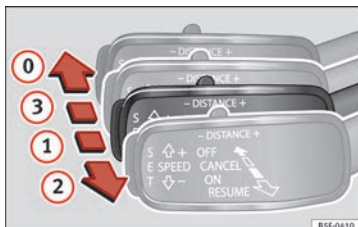

Fig. 198 À esquerda da coluna de direção: terceira alavanca para utilizar o controlo adaptativo de velocidade.
É possível ativar novamente o ACC puxando a alavanca para a posição ② » Fig. 198.